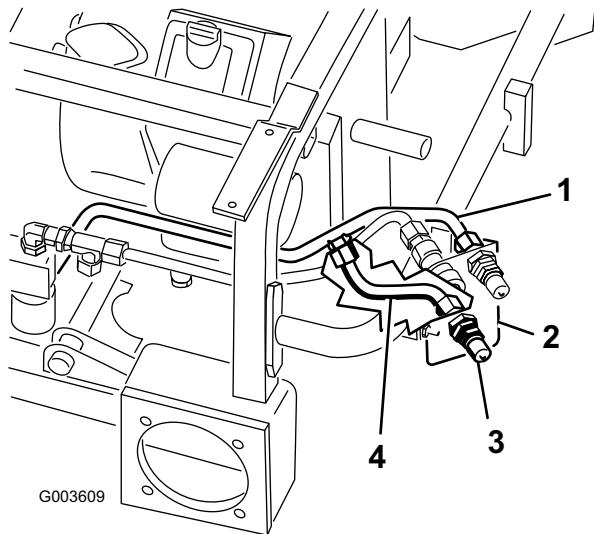

Figura 16
7. Conecte provisionalmente el tubo hidráulico N° 5 al tubo hidráulico N° 1 y al acoplamiento macho inferior (Figura 16).